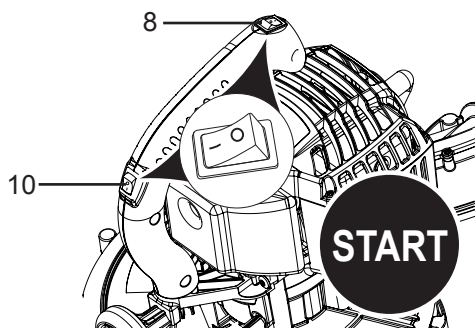

Fig. 8
1. Assurez-vous que tous les interrupteurs de verrouillage sont enclenchés et que les deux interrupteurs marche/arrêt [8, 10] sont en position ON (I). [Fig. 8]